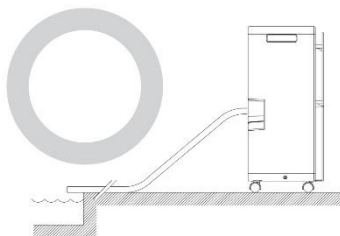

Fig. 2
- 3.6. **Drenaggio corretto dell'acqua di condensa con collegamento al tubo flessibile!** Assicurarsi che il tubo abbia sempre una leggera pendenza verso il basso (vedi Fig. 2 e Fig. 3).